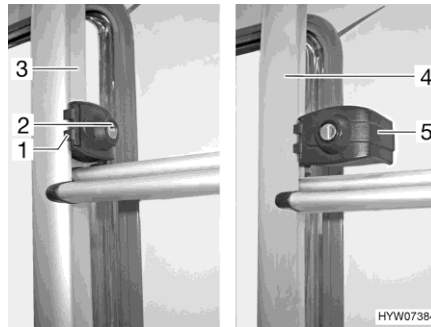

Fig. 4 Bloqueo (escalera trasera)
- Introducir la llave en el cilindro de cierre (Fig. 4,2) del bloqueo de la escalera trasera (Fig. 4,1) y girar un cuarto de vuelta hasta que la llave quede en posición vertical.
- Sujetar la parte plegable de la escalera trasera (Fig. 4,4) y girar el circlip hacia fuera (Fig. 4,5).
- Introducir la llave en el cilindro de cierre (Fig. 4,2) del bloqueo de la escalera trasera (Fig. 4,1).
- Girar el circlip (Fig. 4,5) hacia dentro alrededor del tubo de la parte fija de la escalera trasera (Fig. 4,3).